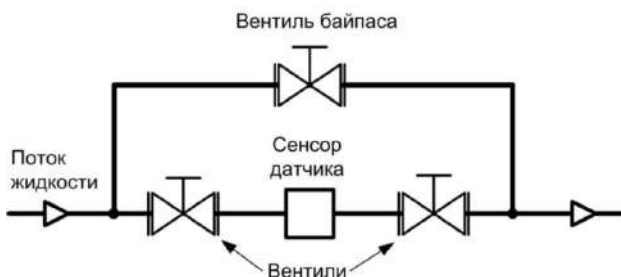

Рисунок 5.6 – Установка сенсора по схеме типичного байпаса
**Демонтаж сенсора для обслуживания:** если расходомер требует периодической калибровки или обслуживания (очистки), на трубопроводе, где планируется установить измерительный сенсор расходомера, рекомендуется смонтировать обходной трубопровод (байпас), позволяющий не останавливать процесс на время сервисных работ, рисунок 5.6.